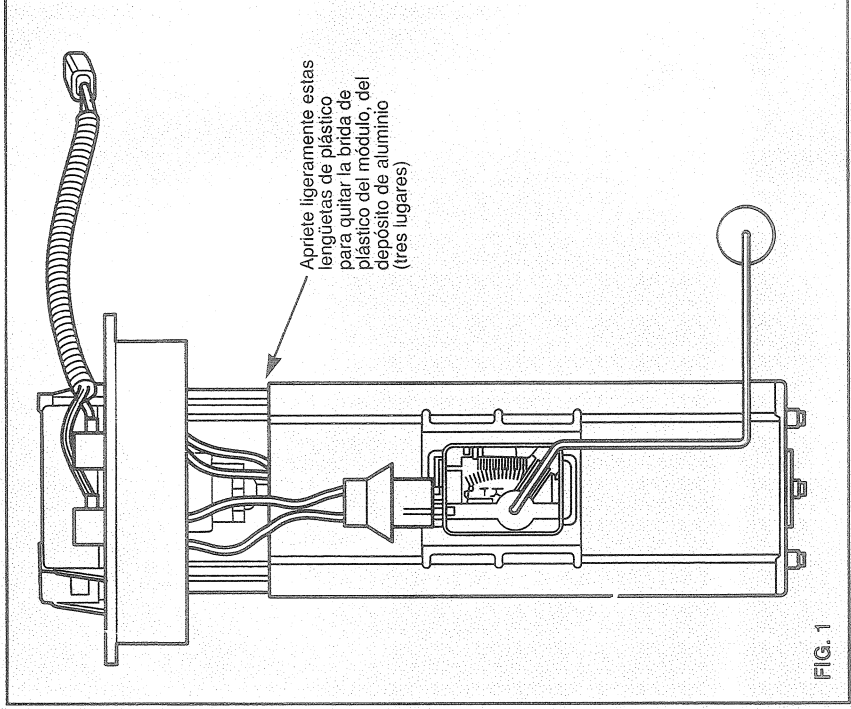

FIG. 1
- B) Cuidadosamente desmonte el módulo, apretando ligeramente las tres lengüetas de plástico que se deslizan en el alojamiento de aluminio del módulo. Con estas lengüetas presionadas, deslice la brida de plástico hacia afuera del alojamiento de aluminio. (Vea la fig. 1)